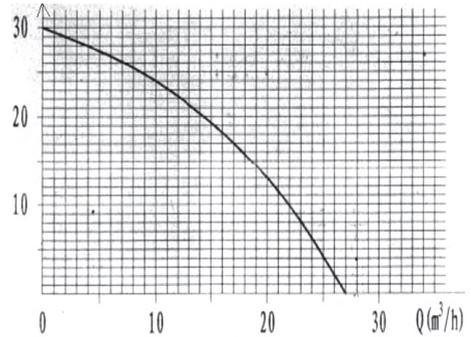

Рис.17
4. На графике зависимости высоты подъема от производительности мотопомпы (Рис. 17) находим величину расхода, она составляет примерно 150 л/мин.